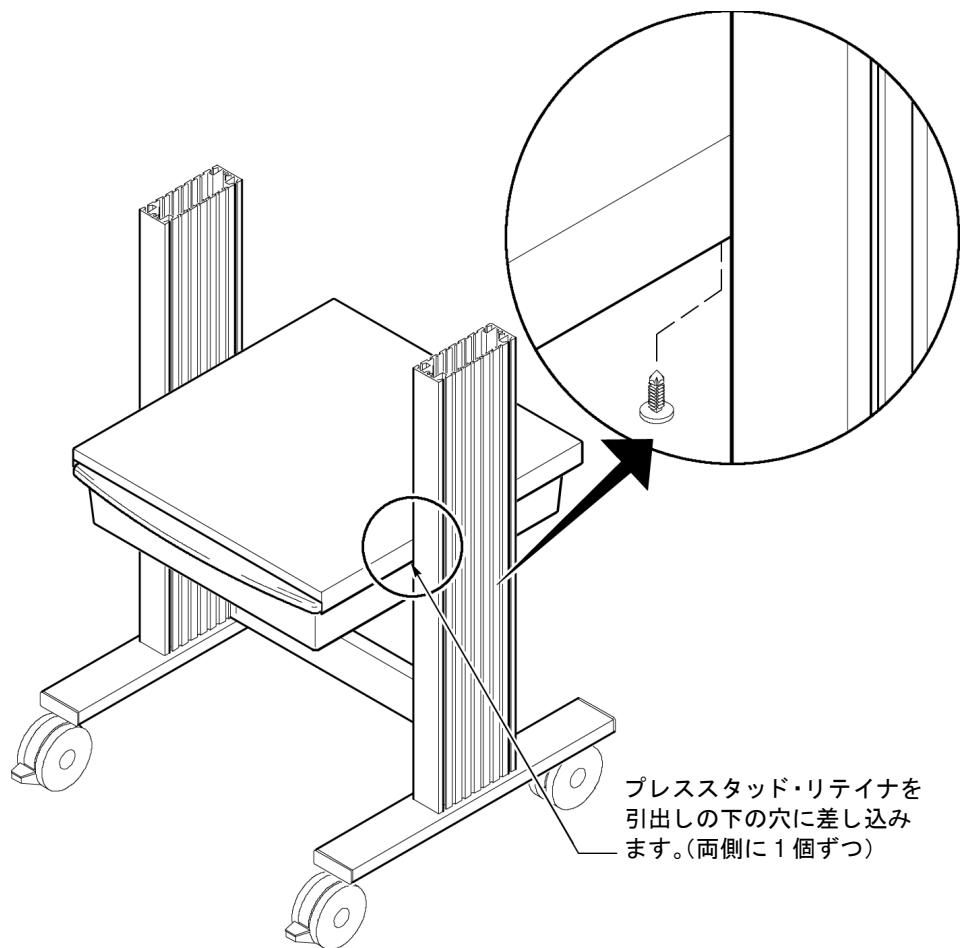

図 9: プレススタッド・リティナの取り付け
6. 親指を使って、プレスマッタード・リティナを引き出しのレールの下に押し込みます。図 9 参照。